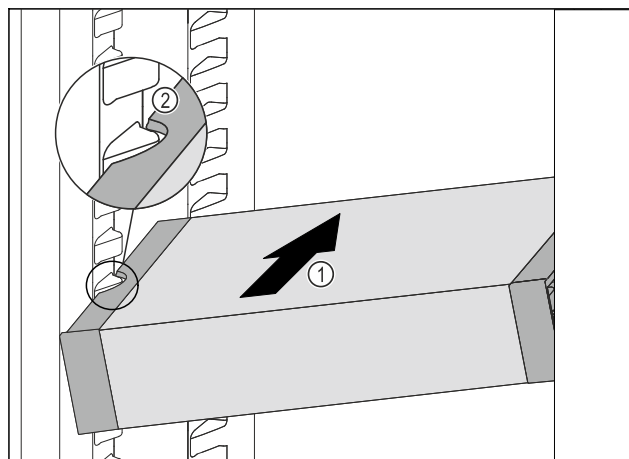

Fig. 102
- ▶ VarioSafe zasúvajte šikmo do chladničky Fig. 102 (1), kým sa bočné vybranía Fig. 102 (2) VarioSafe nebudú nachádzať vo výške rebra nádoby v chladničke.